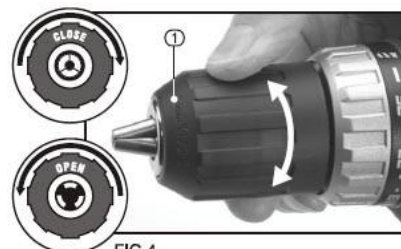

FIG.4
9.1 Wkładanie i wyjmowanie wiertła - rys. 4